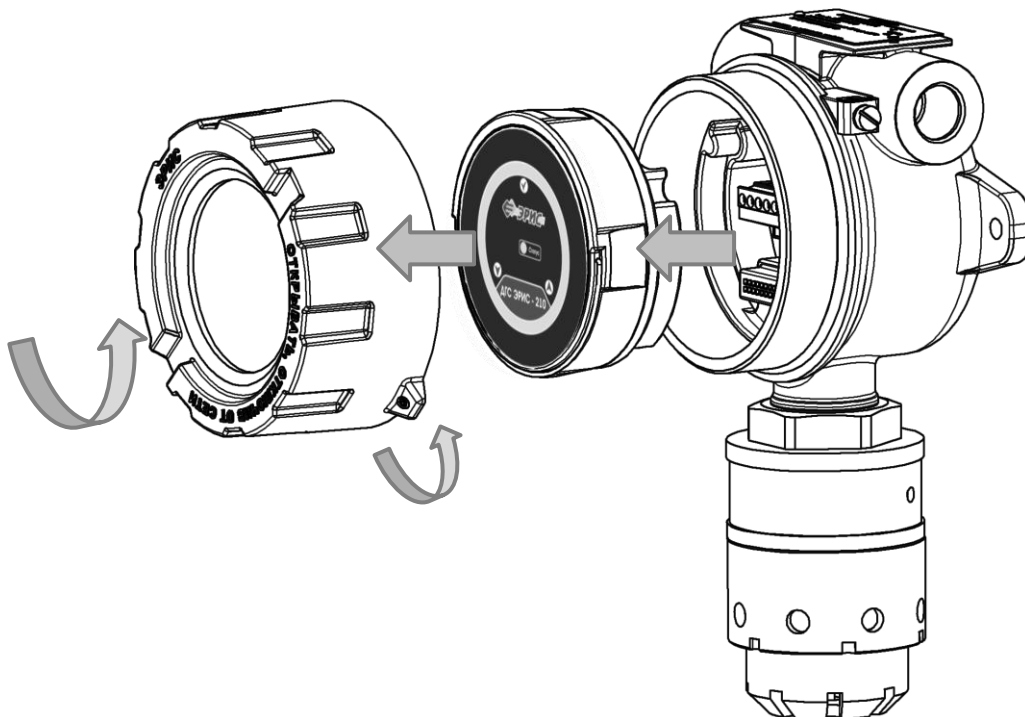

Рисунок 15 – Схема разбора ДГС ЭРИС-210
- а) Открутить стопорный винт в крышке газоанализатора (рис.15).